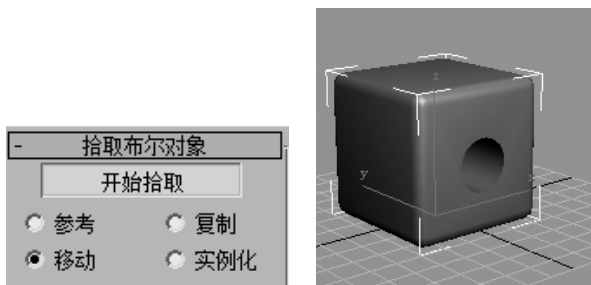

图 4-5 进行布尔运算
Step4: 点击“开始拾取”按钮, 拾取圆柱体, 此时切角立方体中的圆柱就被剪掉了, 如图 4-5 所示。